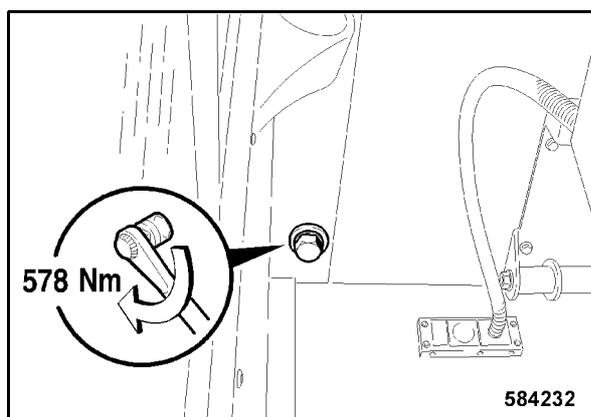

Рис. 217
- Затянуть задние, внутренние правые боковые крепежные винты с 578 Нм (Рис. 217).